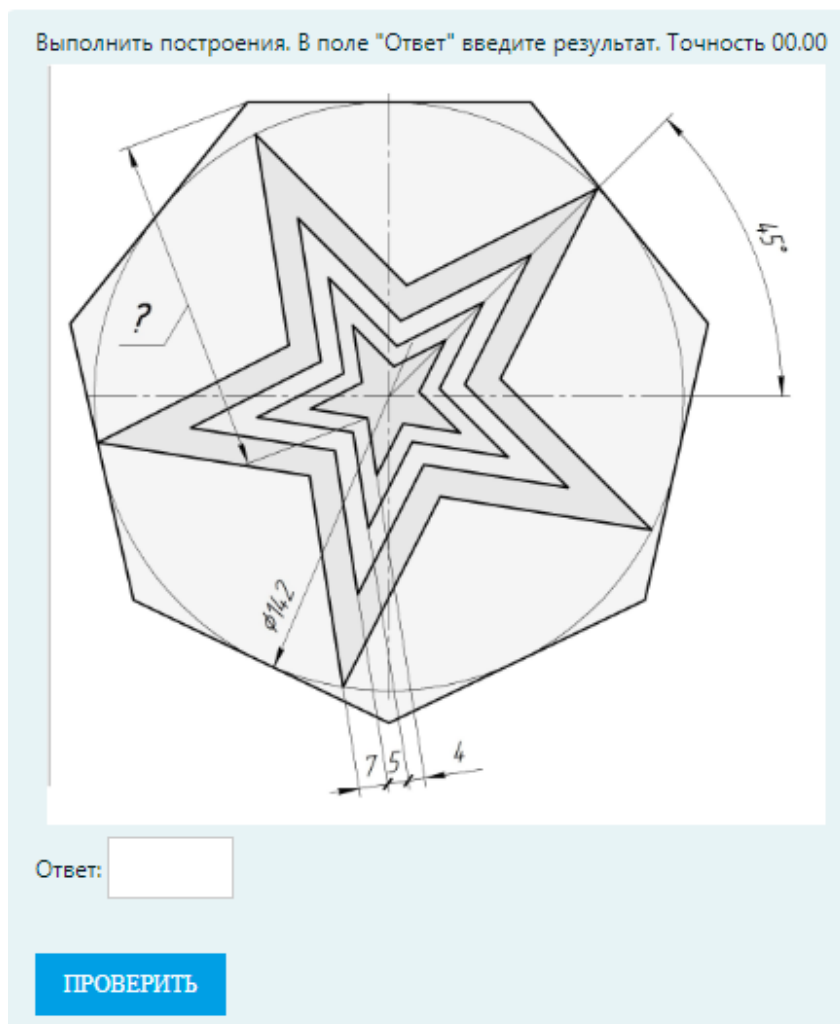

Рисунок 2. Пример графического задания. Номинация «CAD-спринтер»
**Номинация «CAD-спринтер»** – это соревнование по выполнению различных геометрических построений в графической программе. Задание состоит из нескольких задач с комбинированными геометрическими контурами (2D-чертежи). Чертежи могут содержать кривые линии (эллипсы, эвольвенты, циклоиды, параболы и гиперболы). На рис. 2 представлен один из чертежей 2024 года.